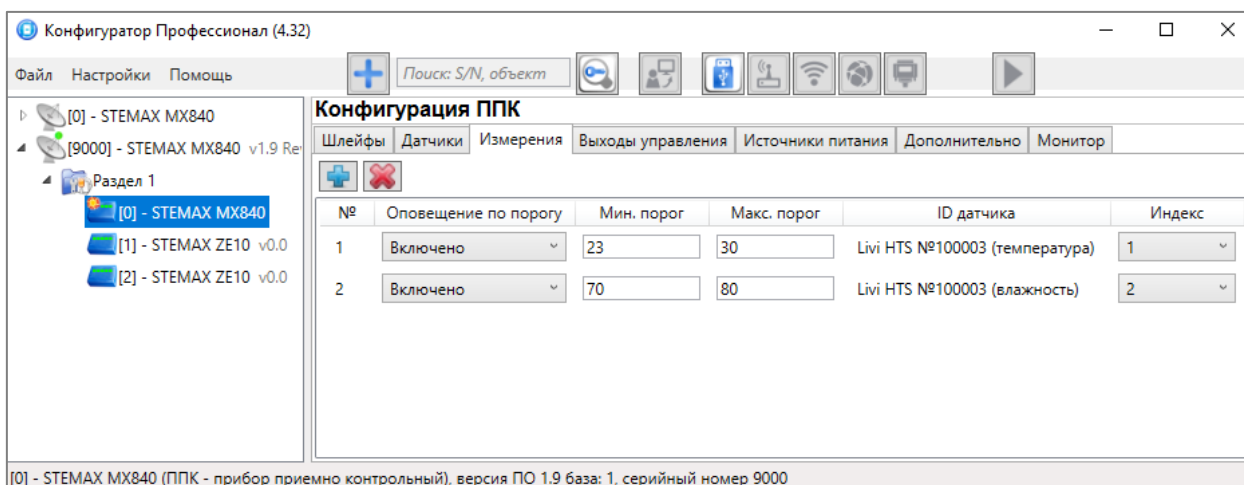

Рисунок 4.42 – Окно *Список найденных датчиков*
- 2) На вкладке *Измерения* нажмите кнопку  в верхнем левом углу (см. рисунок 4.42).
Настройка параметров работы с зарегистрированными сенсорами выполняется в таблице с описанными ниже столбцами (см. рисунок 4.42).
Для удаления канала измерения из конфигурации выделите его в списке и нажмите кнопку  в верхнем левом углу вкладки (см. рисунок 4.42).